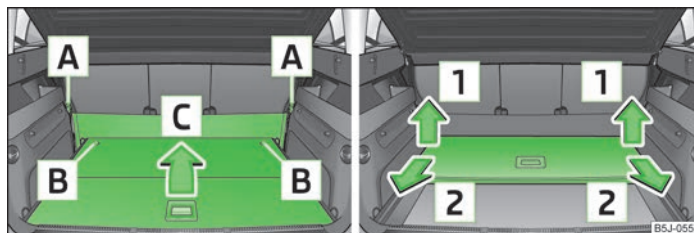

Fig. 50 Plierea/Extragerea suprafeței de încărcare variabile
- Desprindeți din punctele de fixare curelușele **A** » fig. 50 ale peretelui despărțitor elastic.
- Blocați podeaua variabilă prin rotirea bolțului de siguranță **B** » fig. 50 în spre dreapta, cu aprox. 180°.